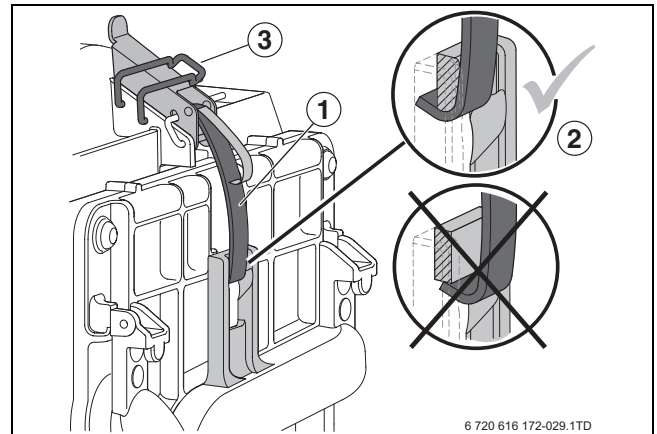

Fig. 56 Fissare e assicurare le chiusure a scatto
- Entrambe le chiusure a scatto alla copertura del bruciatore, sono correttamente fissate (→ fig. 56, Ingrandimento, [2]) e assicurate [3] ??